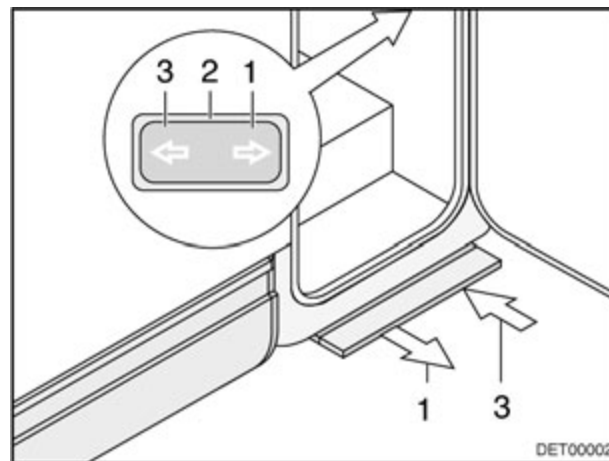

Fig. 3 Conmutador de mando escalón de entrada (variante 1)
- Oprimir la mitad delantera del interruptor basculante (Fig. 3,1) hasta que haya extraído totalmente el escalón de entrada.
- Oprimir la mitad trasera del interruptor basculante (Fig. 3,3) hasta que esté completamente introducido el escalón de entrada.